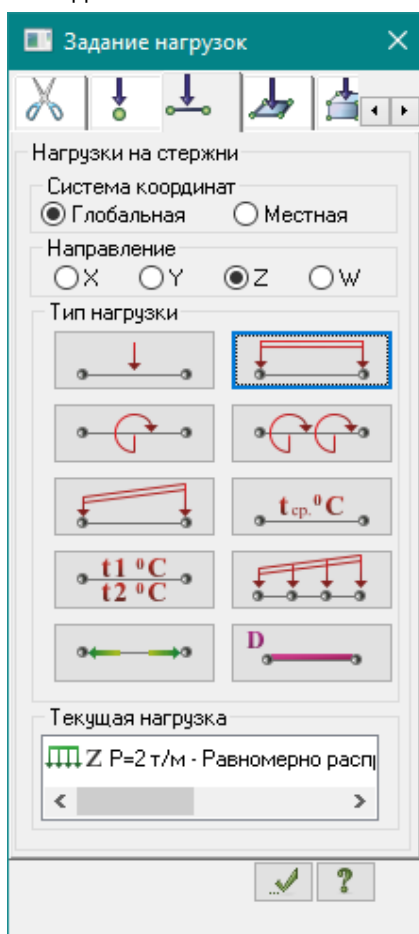

Рис.1.13. Диалоговое окно **Задание нагрузок**
*Нагрузки на узлы и элементы задаются с помощью диалогового окна **Задание нагрузок** (рис.1.13), которое вызывается после выбора одной из команд раскрывающегося списка **Нагрузки на узлы и элементы** (панель **Нагрузки** на вкладке **Создание и редактирование**). Диалоговое окно содержит закладки для задания нагрузок на **узлы, стержни, пластины,***
Вызовите диалоговое окно **Задание нагрузок** на закладке **Нагрузки на стержни** (рис.1.13) выбрав